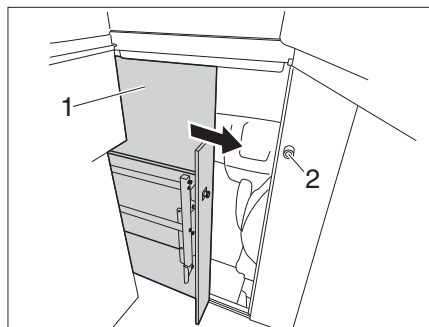

Bild 56 Lås förarhytt
- Stäng dörren (Bild 56,1) tills den går i lås.
- Vrid handtaget (Bild 56,2) motsols tills dörren är låst.
- Vrid handtaget (Bild 56,2) medsols tills dörren är upplåst.
- Skjut upp och säkra dörren (Bild 56,1).